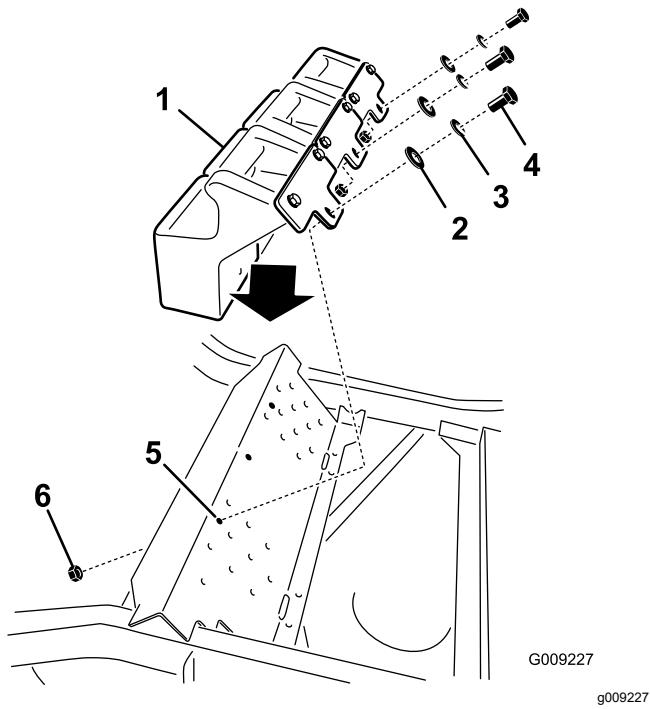

Bild 35
5. Montieren Sie den Frontballast auf der Fußplattform (Bild 35).
6. Befestigen Sie den Frontballast mit sechs Schrauben ($\frac{3}{8}$ " x 1"), sechs Sicherungsscheiben ($\frac{3}{8}$ "), drei Bundmuttern ($\frac{3}{8}$ ") und sechs Flachscheiben ($\frac{3}{8}$ ") auf der Fußstütze und an der Befestigungshalterung für den Ballast, wie in Bild 35 abgebildet.